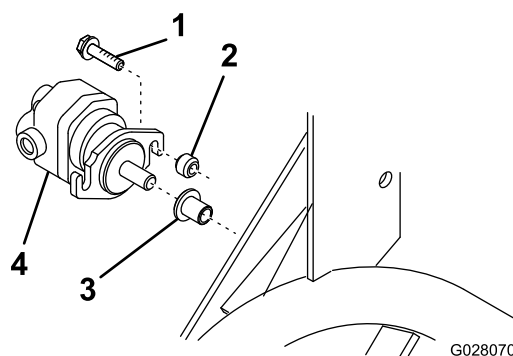

Figura 11
B. Inserite l'albero scanalato del motore del cilindro nel tubo di stoccaggio sul telaio (Figura 11).
C. Utilizzando la flangia del motore del cilindro come modello, posizionate come illustrato nella Figura 11, praticate un foro del diametro di 8,75 mm sulla linea disegnata nel passaggio A.